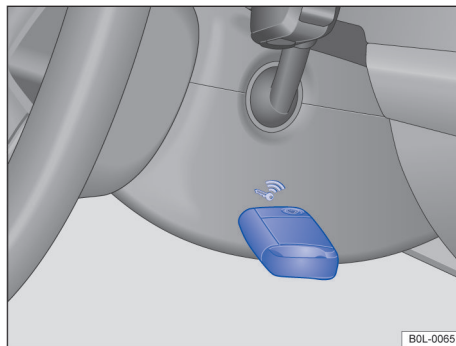

图 81 转向柱右侧：配备无钥匙闭锁/启动系统 Keyless Access（无钥匙进入系统）车辆上的应急启动功能
- 按压启动/停机按钮后，立即将车辆钥匙置于转向柱饰板右侧 → 图 81。